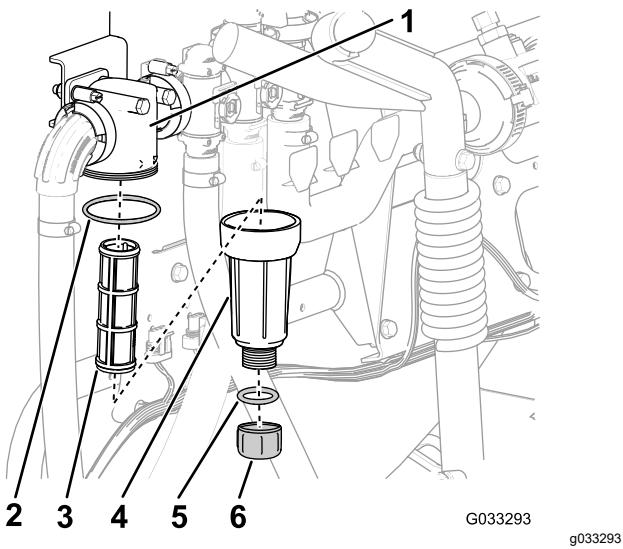

Figura 30
- Coloque un recipiente de drenaje debajo del filtro de presión (Figura 30).
- Gire el tapón de vaciado en sentido antihorario y retírelo de la cubeta del filtro de presión (Figura 30).
- Enrosque la cubeta en sentido antihorario y retire la cabeza del filtro (Figura 30).
- Retire el elemento del filtro de presión (Figura 30).
- Inspeccione la junta del tapón de vaciado (situada dentro de la cubeta) y la junta de la cubeta (situada dentro de la cabeza del filtro) en busca de daños o desgaste (Figura 30).
- Instale el elemento del filtro de presión en la cabeza del filtro (Figura 30).
- Instale la cubeta en la cabeza del filtro, y apriétela a mano (Figura 30).
- Coloque el tapón de vaciado en el acoplamiento inferior de la cubeta, y apriete el tapón a mano (Figura 30).